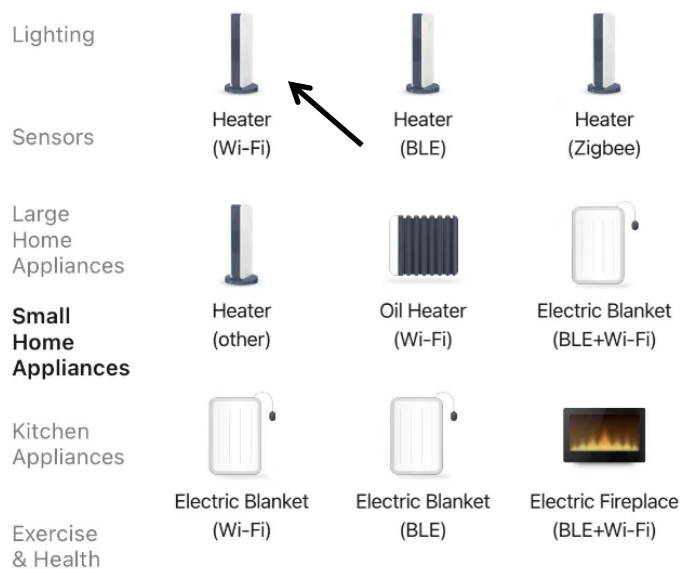
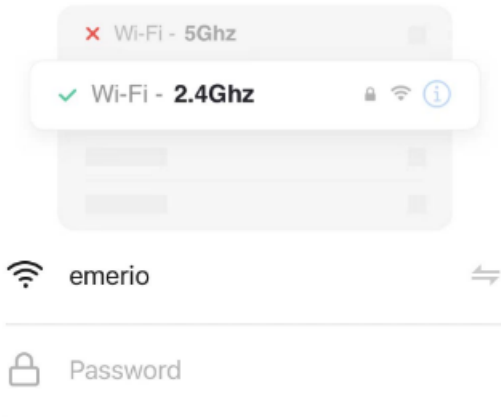

Abb. 2
Abb. 3
3. Suchen Sie nach „Small Home Appliances“ und tippen Sie auf das Symbol „Heater (Wi-Fi)“. (Abb. 2) Sie werden aufgefordert, das 2,4-GHz-Wi-Fi-Netzwerk zu verwenden und das Passwort einzugeben. (Abb.3) Tippen Sie auf "Next", um zu Abb.4 zu gelangen.